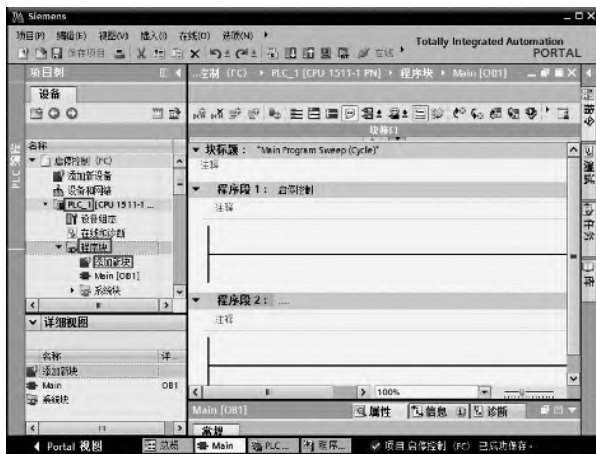

图 5-2 打开“添加新块”
【解】① 新建一个项目，本例为“启停控制 (FC)”。在 TIA 博途软件项目视图的项目树中，选中并单击已经添加的设备“PLC_1”→“程序块”→“添加新块”，如图 5-2 所示，弹出添加块界面。